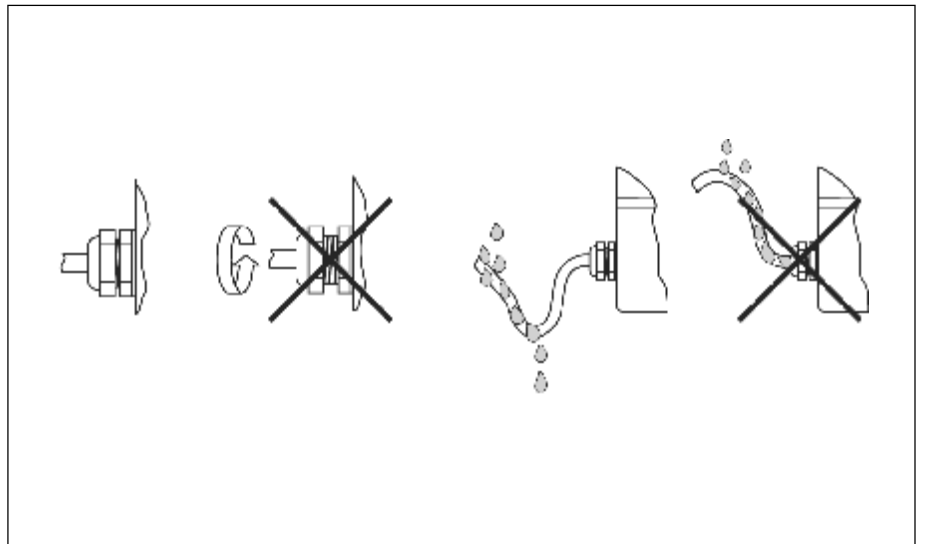

图19：电缆入口安装指南
- 电缆入口前段电缆须保持疏松（“落水弯”图19），以防止水滴进入电缆入口，安装仪表时应注意电缆入口不能向上